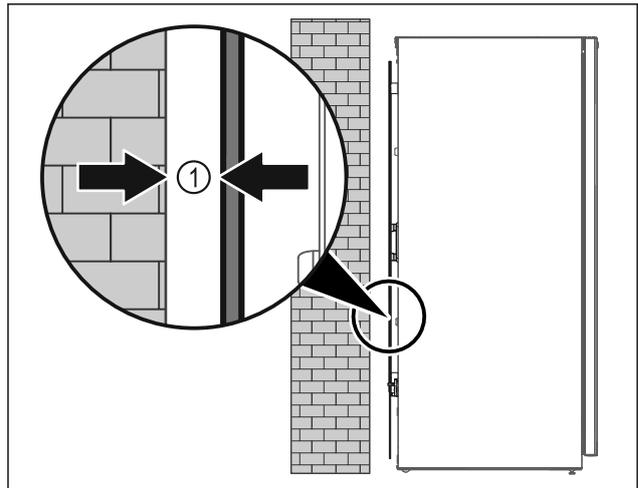

Fig. 8
- Поставити пристрій в приміщенні окремо або безпосередньо до стіни на відстані 5 мм Fig. 8 (1).